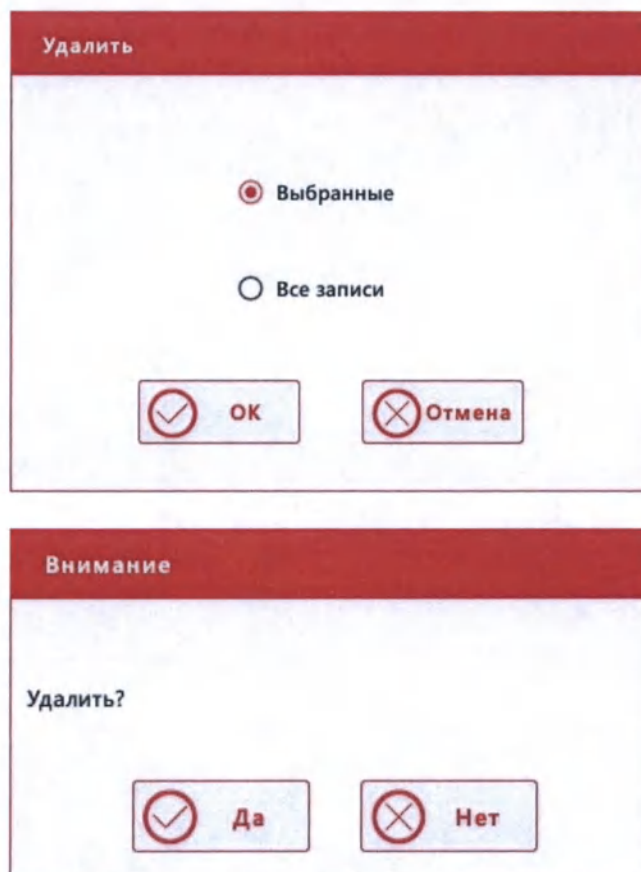

Рис.6.2-4 Диалоговые окна с запросом о подтверждении удаления записей
- 2) Нажмите кнопку **«Удалить»** – последовательно друг за другом появятся диалоговые окна с запросом об подтверждении удаления записей (Рис.6.2-4). Если кнопка **«Удалить»** в нижней строке кнопок отсутствует, то нажмите самую правую кнопку в этом ряду **«[→]»** для её появления.